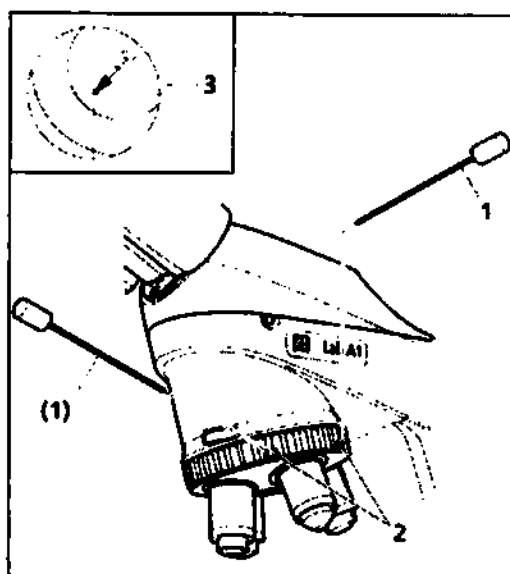

Рисунок 3-14. Центрирование объективов
- Поверните столик, чтобы определить положение максимального отклонения образца (рисунок 3-14/3, начало стрелки) от центра сетки окуляра.
- Повторно установите два центральных винта на несущем элементе столика (рисунок 3-14/2), используя торцевой гаечный ключ SW 1.5 (рисунок 3-14/4), чтобы переместить образец на половину длины стрелки по направлению к центру пересечения. Проверьте, чтобы образец двигался при повторном вращении столика. При необходимости повторите данную процедуру.